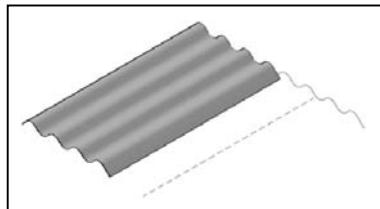

Рис. 3.6. Сетевая поверхность, созданная командой «П-СДВИГ»
**Сеть сдвига.** Команда «П-СДВИГ» создает сеть, представляющую общую поверхность сдвига (рис. 3.6). Эта поверхность определяется «выдавливанием» отрезка или кривой, называемой криволинейной траекторией. «Выдавливание» определяется указанными значениями направления и расстояния, называемыми вектором направления или траекторией.